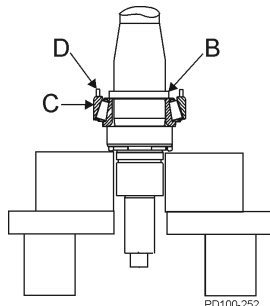

Figura 50 - Espaciador interno y externo y la copa inferior
4. Coloque el espaciador interno (Figura 50, artículo B) sobre el eje en el cono inferior y el conjunto de rodillos.